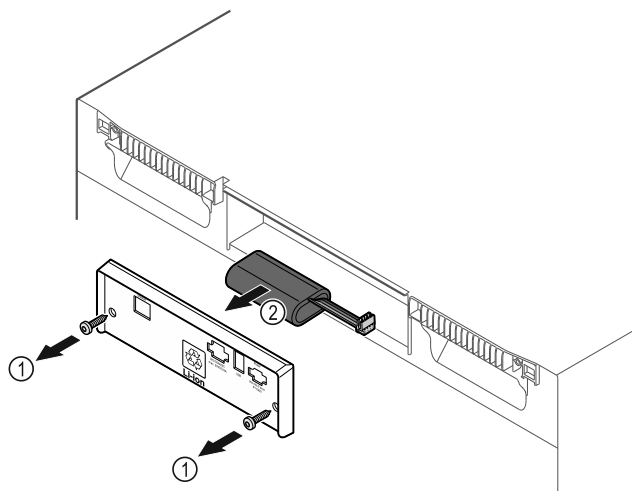

Fig. 235
- ▶ Wykręcić śruby i usunąć osłonę z tyłu urządzenia Fig. 235 (1).
- ▶ Odczepić i wyjąć baterię Fig. 235 (2).